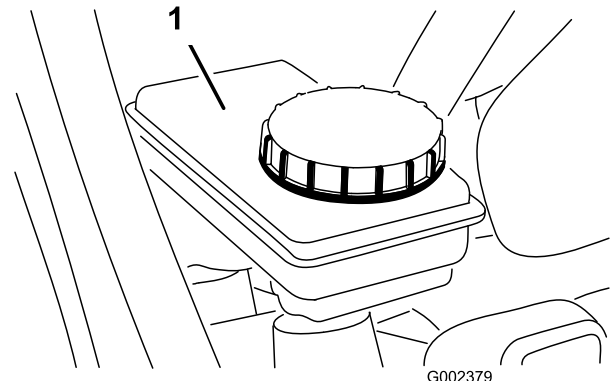

Figura 25
2. Assicuratevi che il livello del fluido raggiunga la linea di pieno nel serbatoio (Figura 25).
3. Se il livello è basso, pulite attorno al tappo del serbatoio, rimuovete il tappo e rabboccate fino al livello opportuno con l'olio dei freni specificato (Figura 25).